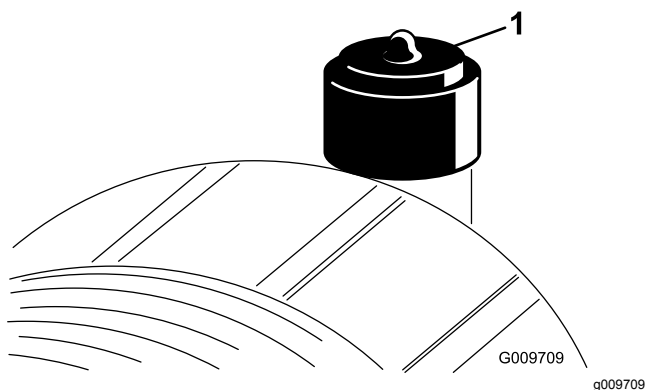

Figura 67
Faça a manutenção ao filtro de ar apenas quando o indicador de manutenção o exigir (Figura 67). Mudar o filtro de ar antes de ser necessário apenas aumenta a possibilidade de entrar sujeira no motor quando retira o filtro.
2. Reinicie o indicador (Figura 67) se este se apresentar vermelho.